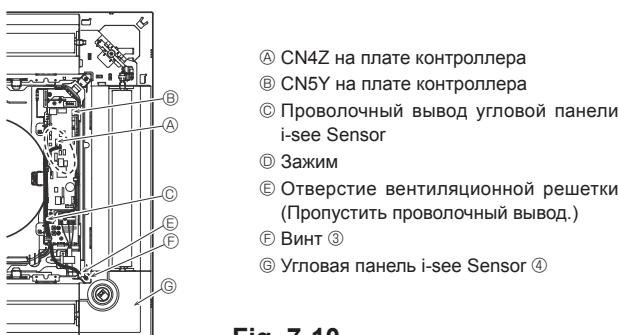

Fig. 7-10
7.4.6. Установка угловой панели i-see Sensor (Fig. 7-10)
- Проложите разъем проволочного вывода (белого цвета, 4 полюсный и белого цвета, 5 полюсный) угловой панели i-see Sensor ④ со стороны распределительного щита на главном приборе и подсоедините разъем CN4Z и CN5Y на плате контроллера.